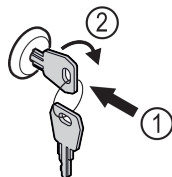

Fig. 170
- ▶ Sæt nøglen i Fig. 170 (1).
- ▶ Drej nøglen 90° med uret Fig. 170 (2).